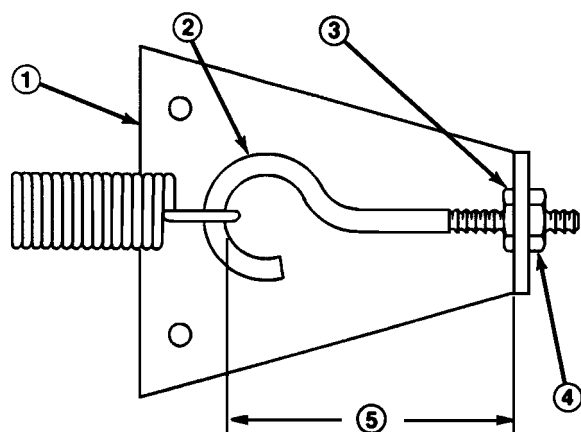

Fig. 53
## KJØREFORBINDELSEN UNDERSØKES OG JUSTERES (fig. 53)
4. Drei med urviserne til avstanden fra innsiden av øyeboltens hode til innsiden av fjærens forankringsplate er kortet inn med 3 mm, som vist på fig. 53. Trekk til mutteren.